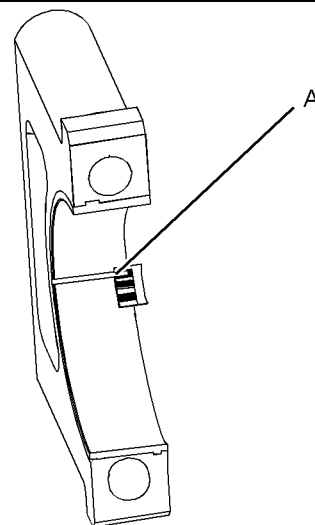

Ilustración 292
3. Quite cuidadosamente la tapa pero no quite la herramienta (A). Mida el ancho de la herramienta (A) mientras la herramienta (A) esté en la tapa del cojinete o en el muñón del cigüeñal. Vea la ilustración 292.